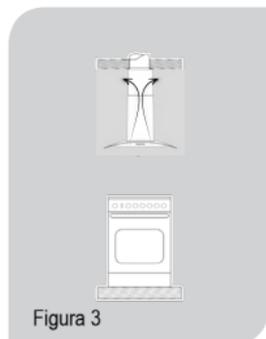

Figura 3
- A figura 3 consta o modo depurador: O ar retorna para o ambiente.